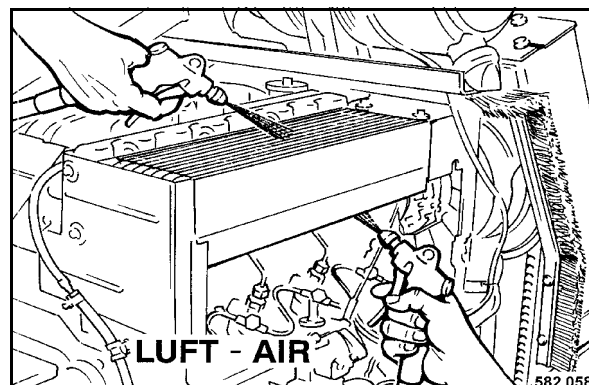

Fig. 128
- Déposer le capot d'air de refroidissement et nettoyer le radiateur (Fig. 128) en soufflant l'air comprimé par le côté évacuation de l'air.